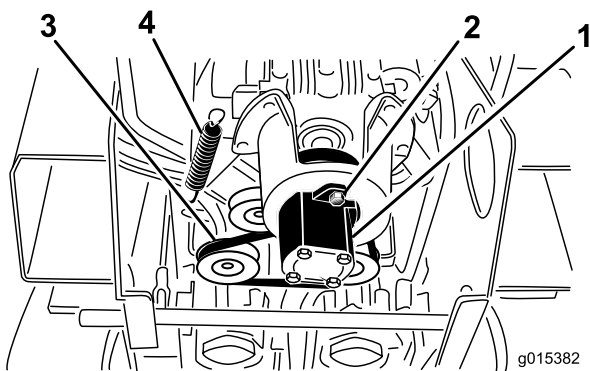

Figure 51
5. Desserrez les deux boulons de la pompe (Figure 51).
6. Tournez la pompe dans le sens antihoraire et laissez-la se détacher de la poulie (Figure 51). Attention à ne pas faire tomber l'accouplement à croisillon en même temps que la pompe.
7. À l'aide d'un extracteur de ressort (à se procurer chez un dépositaire-réparateur agréé) ou d'un crochet en métal, décrochez du boulon de ressort l'extrémité du ressort de la poulie de tension afin de détendre la courroie (Figure 51).